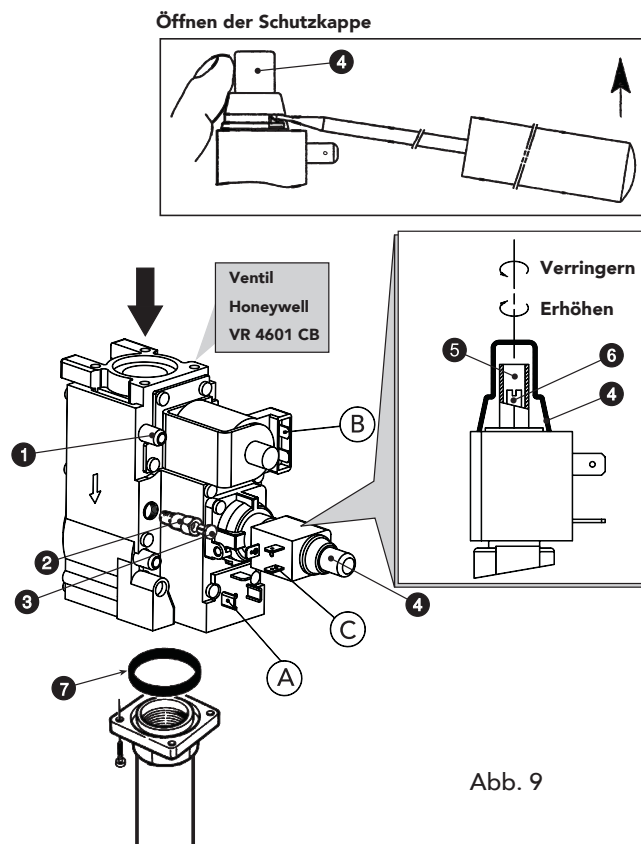

Abb. 9
- 2 Den kleinen Stöpsel 3 (Abb. 9) aus dem Gasventil nehmen, den im Umrüstungsset enthaltenen Zündregler "STEP" 2 am Ventil festschrauben und den Stöpsel 3 wieder auf den Regler setzen.
Dieselben, oben beschriebenen Vorgänge ausführen, dabei den Zündregler "STEP" 2 von Abb. 9 vom Gasventil nehmen; der Stöpsel 3 von Abb. 9 muss direkt auf das Ventil aufgesetzt werden.